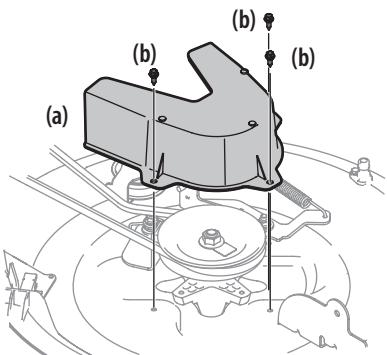
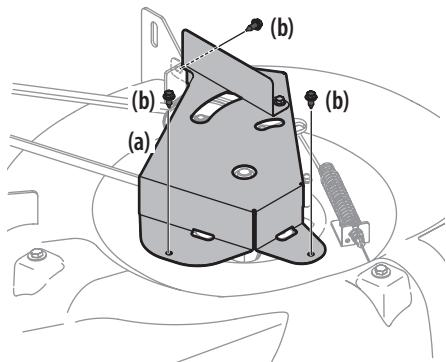

Figure 32
Figure 33
5. Enlevez le couvre-courroie (a) en retirant les trois boulons hex. (b) qui le retiennent. Voir la Figure 32 pour plateau de coupe de 30" et Figure 33 pour plateau de coupe de 24".